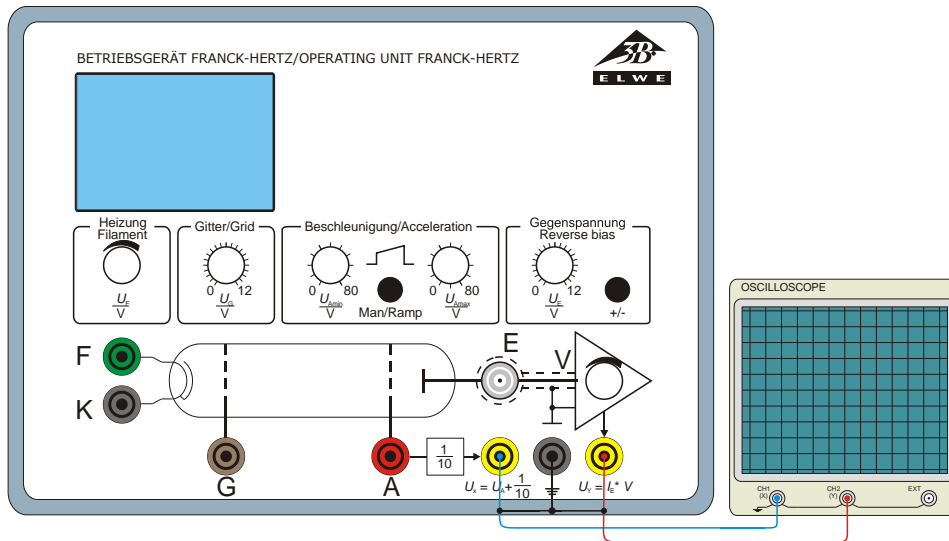

Fig. 7 Conexión de un osciloscopio en el aparato de operación para el experimento de Franck-Hertz
- Se conecta la salida U_x del aparato de operación para el experimento de Franck-Hertz en el canal 1 (desviación $-x$) y la salida U_y en el canal 2 (desviación $-y$) del osciloscopio (ver Fig. 7).